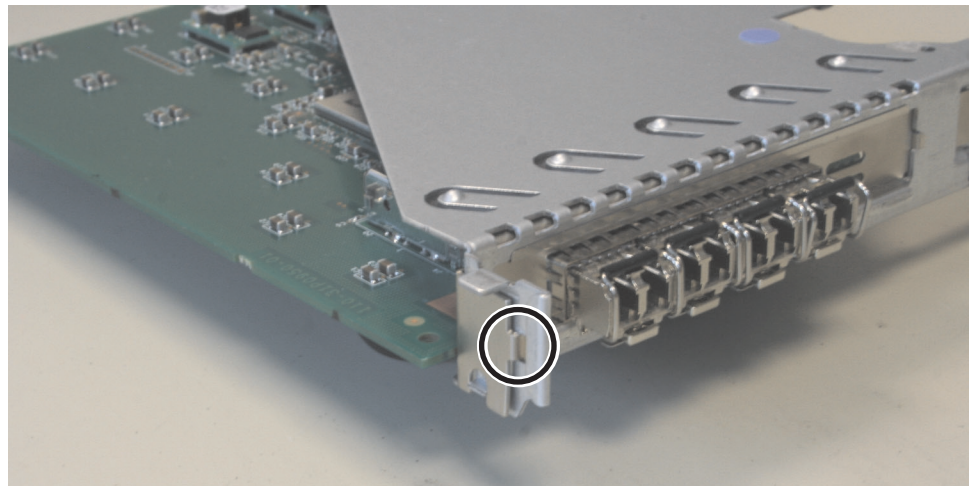

図 146. SAN ボリューム・コントローラー 2145-8A4 ライザー・カード・アセンブリー
2. ファイバー・チャンネル・アダプターを、ライザー・カードの後端に近接して平行を維持したまま所定の位置までスライドさせます。アダプターをコネクターにしっかりと押し込みます。図 146 に示すように、アダプターの位置決めクリップがライザー・カードの位置決め穴にはまっていることを確認します。